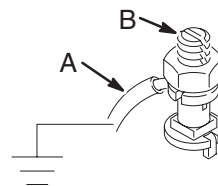

Fig. 1
**Omrøreren jordforbindes ved at** forbinde den ene ende af jordkablet (A) med jordbøsningen (B) på omrøreren. Se fig.1. Slut jordkablets anden ende til en sikker jordforbindelse.